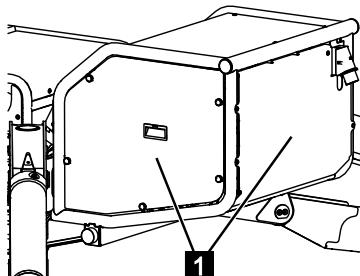

Abb. 195
3. Abdeckhauben (Abb.195/1) abschrauben.